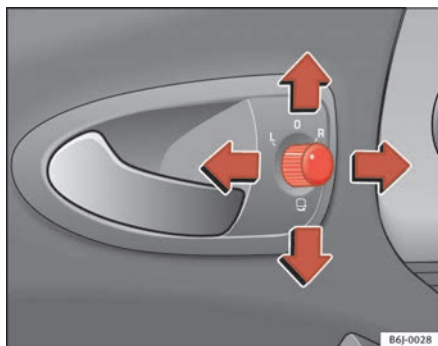

Abb. 63 Drehknopf für Außenspiegeleinstellung
1. Drehen Sie den Drehknopf ⇒ Abb. 63 in Stellung **L** (linker Außenspiegel).
- Drehen Sie den Drehknopf ⇒ Abb. 63 in Stellung , um die Außenspiegel anzuklappen. Sie sollten die Außenspiegel immer anklappen, wenn Sie eine automatische Waschanlage durchfahren, um Beschädigungen zu vermeiden.